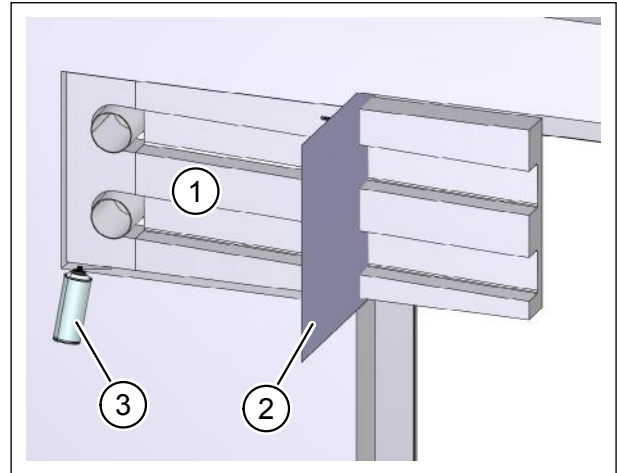

Abb. 37: „Montageset Fensterlaibung monolithisch“ ablängen und fixieren
- ▶ Setzen Sie das Montageset Fensterlaibung (Pos. 1 in Abb. 37) ohne Dämmplatte in die Aussparung an der Rohwand ein (Standardtiefe des Montagesets Fensterlaibung ist 130 mm). Die Lüftungsrohre fixieren es.
- ▶ Markieren Sie am Montageset Fensterlaibung die Stelle, an der es mit der unverputzten Fensterlaibung fluchtet (Pos. 2 in Abb. 37).
- ▶ Füllen Sie Spalte zwischen Montageset und Rohwand umlaufend mit Montageschaum (Pos. 3 in Abb. 37). Sie fixieren damit das Montageset und vermeiden Wärmebrücken.